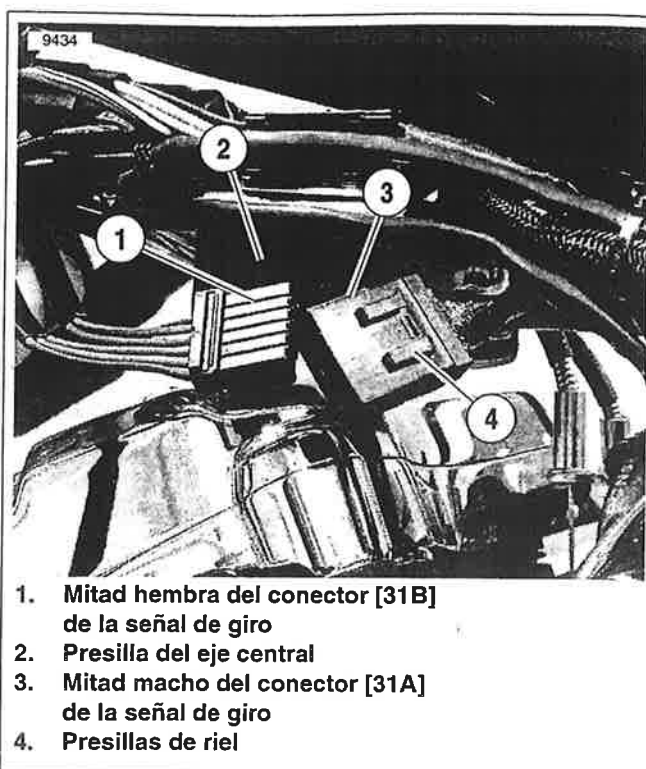

Figura 7-37. Conector [31] de las señales de giro
4. Vea la Figura 7-37. Empuje el conector [31] de las señales de giro hacia delante fuera de los rieles acoplados en la presilla del eje central (2) y separe las mitades (1, 3) del conector [31].